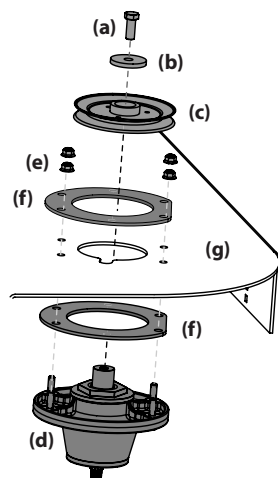

Figure 4-19
6. Retirez le boulon hexagonal (a) et la rondelle plate (b) qui fixent la poulie de fusée (c) à la fusée assemblée (d). Voir Figure 4-19.
7. Retirez les quatre (4) écrous autobloquants à bride (e) qui retiennent la fusée (d) et les deux plaques de support (f) au boîtier du plateau de coupe (g). Voir Figure 4-19.
8. Pour installer la fusée, répétez les étapes ci-dessus dans l'ordre inverse. Assurez-vous de placer la quincaillerie dans l'ordre indiqué à la Figure 4-19. Serrez les boulons hexagonaux (a) à un couple de 90 à 110 pi-lb et les écrous autobloquants à bride (e) à un couple de 13 à 20 pi-lb.